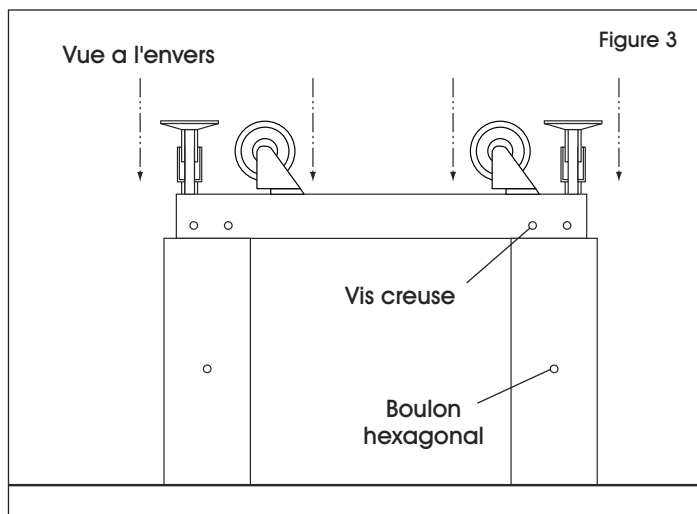

Figure 3
4. Vissez les pieds dans les trous filetés sous la tablette. Insérez les roulettes dans l'encastrement de nylon près des pieds. (Voir Figure 3)